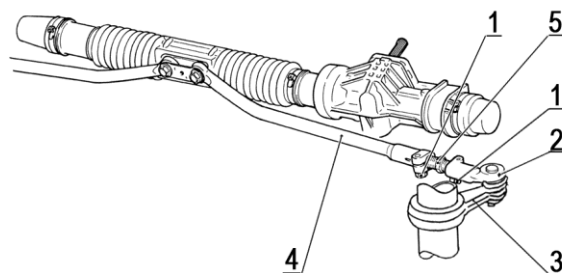

Рисунок 8 - Регулировка схождения передних колес автомобилей LADA 2110, 2111, 2112, 2170, 2192, 2194:
5.3.5 Ослабить стяжные болты 1, рисунок 8, рулевых тяг (ключ гаечный 13).